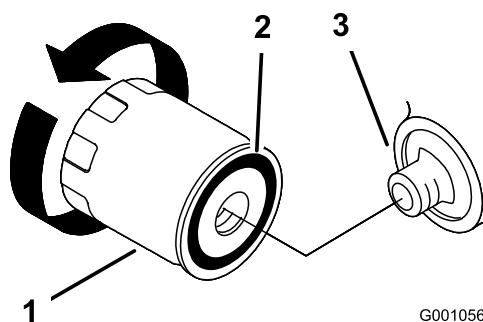

Figura 26
2. Retire el filtro usado y limpie con un trapo la superficie de contacto de la junta (Figura 26).
3. Aplique una capa fina de aceite nuevo a la junta de goma del filtro nuevo (Figura 26).
4. Instale el filtro de repuesto en el adaptador de filtro; gire el filtro en el sentido de las agujas del reloj hasta que la junta de goma entre en contacto con el adaptador del filtro, luego apriete el filtro de $\frac{2}{3}$ a 1 vuelta más (Figura 26).